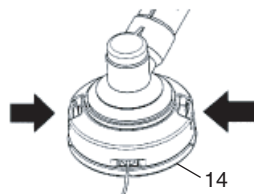

Fig. 21
- (1) Retirez le boîtier (14) en poussant fermement les attaches de blocage vers l'intérieur avec les pouces comme l'illustre la Fig. 21.